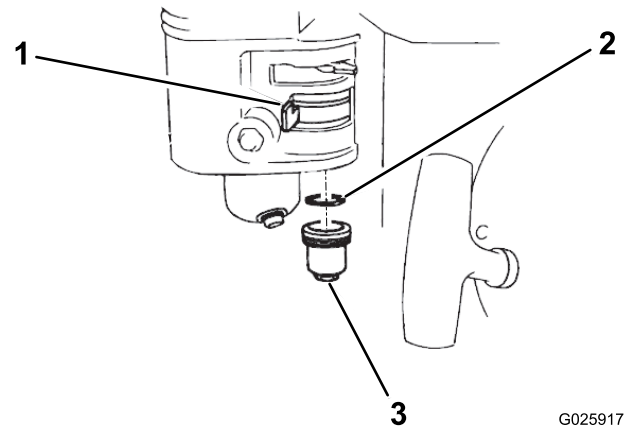

図 30
1. 燃料バルブを OFF 位置にセットし、異物カップとOリングを取り外す図 30。